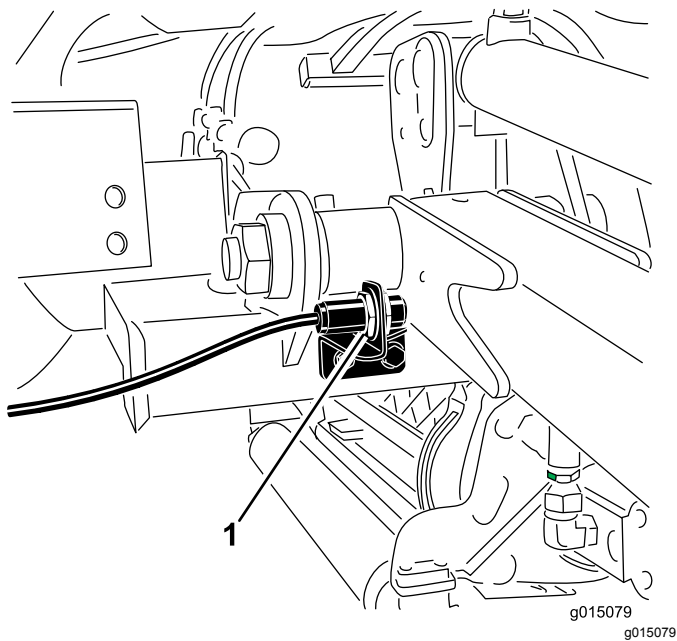

図 35
2. 昇降アームスイッチは、前右昇降アームの裏側にあります 図 35。
3. スイッチの取り付けねじ 図 35 をゆるめ、スイッチの位置を上げると、昇降アームの旋回高さが